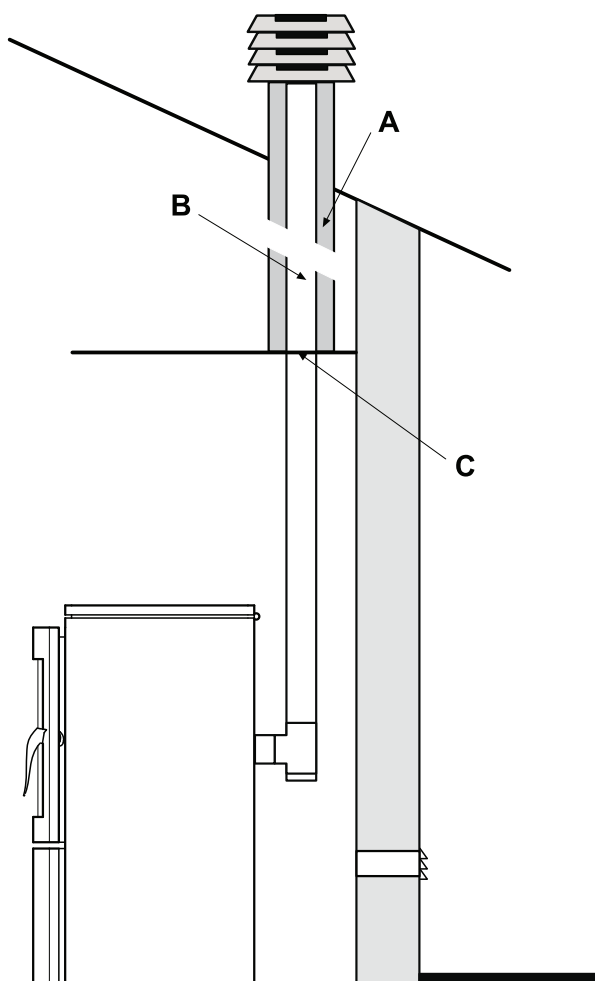

Fig. 5.5.5
En présence d'un conduit de cheminée de section supérieure, il est nécessaire d'entuber celle-ci à l'aide d'un tuyau en acier (de diamètre fonction de la longueur) isolé (Fig. 5.5.5).
- ! - **En caso de cañón de humo de sección mayor es necesario "entubar"** el cañón de humo con una tubería de acero (cuyo diámetro es en función del recorrido) oportunamente aislada (Fig. 5.5.5).